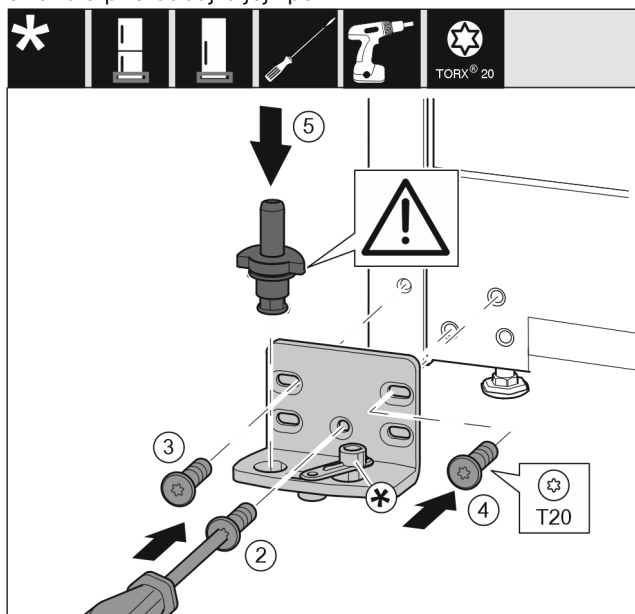

Fig. 16
- Nasadte stojan ložiska na druhé straně a přišroubujte pomocí šroubováku. Začněte šroubem Fig. 16 (2) dole uprostřed.
- Utáhněte šroub Fig. 16 (3) a šroub Fig. 16 (4).
- Zcela vložte ložiskový čep Fig. 16 (5). Přitom dávejte pozor, aby zajišťovací vačka směřovala dozadu.